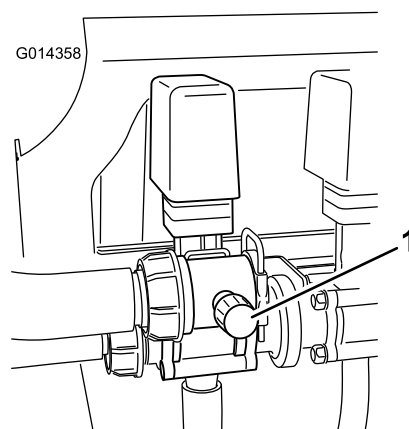

Figura 18
- Ajuste a válvula de distribuição de agitação (Figura 18) na parte posterior da válvula de agitação até que a pressão indicada no medidor seja 100 psi.